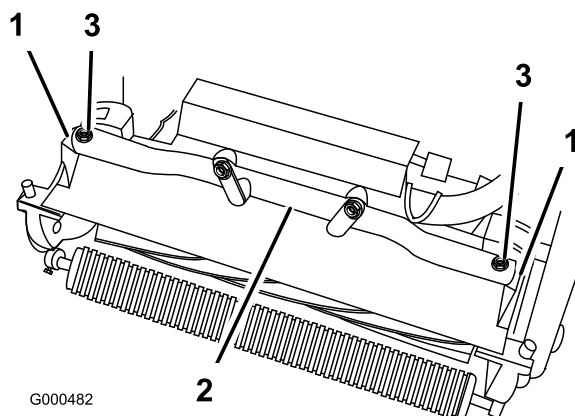

Figure 48
4. Retirez les (2) boulons de fixation des bras de pivot du plateau de coupe au tube du bâti du groupe de déplacement (Figure 48).
5. Tournez les bras de pivot vers l'avant (Figure 48) et appuyez le groupe de déplacement sur la béquille bloquée.